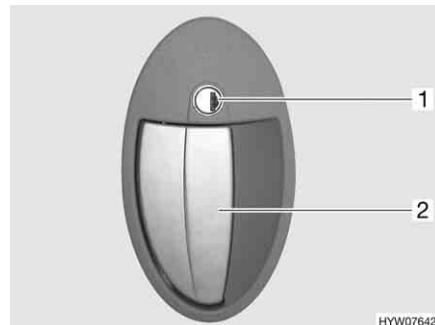

Fig. 18 Serratura della porta, lato esterno
Apertura: ■ Inserire la chiave nel cilindro della serratura (Fig. 18,1) e ruotare in senso orario, fino a quando la serratura della porta si sblocca.
■ Tirare la maniglia della porta (Fig. 18,2). La porta è aperta.
Bloccaggio: ■ Inserire la chiave nel cilindro della serratura (Fig. 18,1) e ruotare in senso antiorario, fino a quando la serratura della porta si blocca.